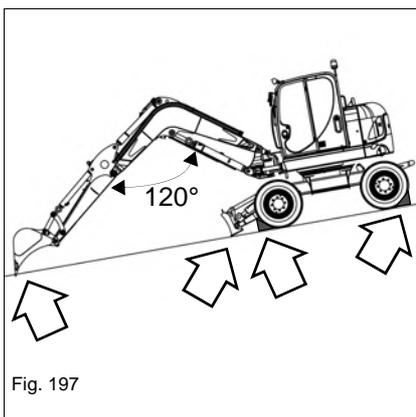

Fig. 197
- Placer des cales de roues comme indiqué dans la Fig. 197, prendre des mesures de sécurité pour éviter le déplacement de la machine.